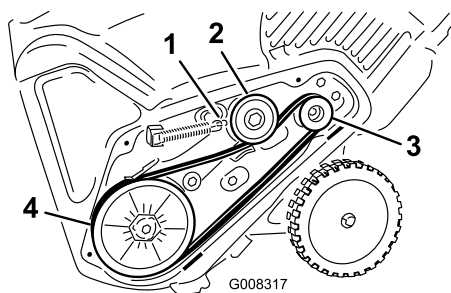

Figure 29
5. Montez et acheminez la nouvelle courroie comme indiqué à la Figure 29.
8. Raccrochez le ressort de frein au bras de la poulie de tension (Figure 29).